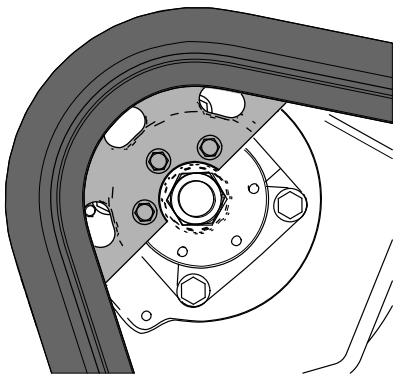

Figura 30
4. Spostate in avanti il comando della trazione fino a quando la metà della ruota conduttrice non si innesta nel cingolo (Figura 30).